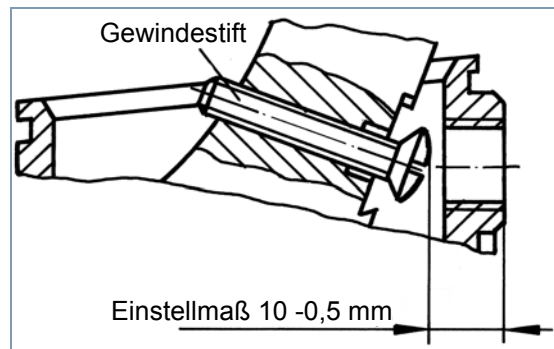

Abb. 5 Lage des Gewindestiftes / Einstellmaß
- Gewindestift einstellen (Einstellmaß siehe Abb. 5) und mit einem Schraubensicherungsmittel (Scherfestigkeit niedrig) sichern.